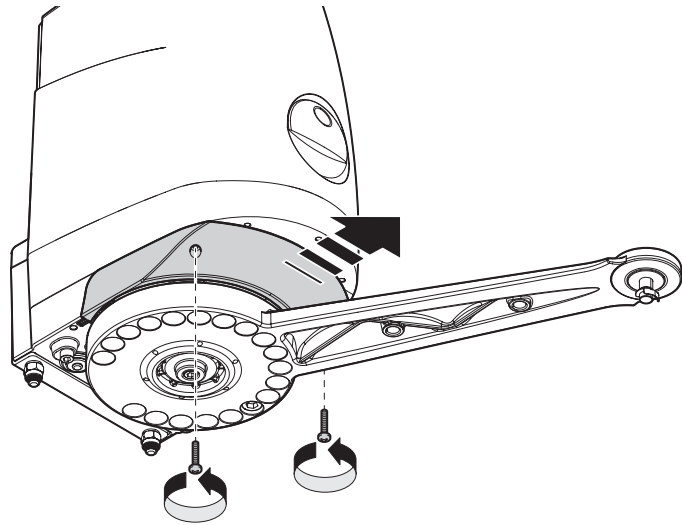

Fig. 13
02. Retirar los 2 tornillos situados debajo del motor y retirar la tapa como se muestra en la **fig. 13**;